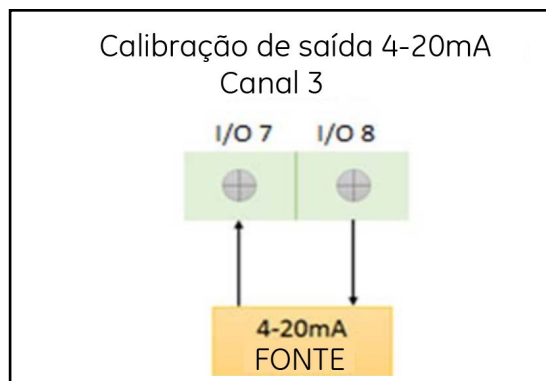

Figura 40: Ligações da entrada analógica I/O opcional
1. Ligue a entrada analógica como em Figura 40.
2. Ligue (ON) o calibrador e configure-o para medir corrente (mA) CC. Ligue o cabo de teste do lado positivo (Canal 3 de entrada analógica: **I/O 7**) da entrada analógica I/O opcional para o terminal positivo do multímetro e o cabo negativo para o terminal negativo (Canal 3 de saída analógica: **I/O 8**).